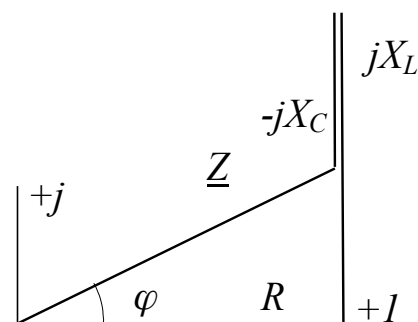

Рис. 5
По выражению (2) можно построить треугольник сопротивлений (рис. 5), из которого следует, что $\cos \varphi = R / Z$. При $X_L > X_C$ угол сдвига фаз между током и напряжением цепи положителен ($\varphi > 0$), т.е. ток в цепи отстает по фазе от напряжения сети (нагрузка имеет индуктивный характер). При $X_L < X_C$ угол сдвига фаз между током и напряжением отрицателен ($\varphi < 0$), т.е. ток опережает по фазе напряжение (нагрузка имеет емкостной характер).